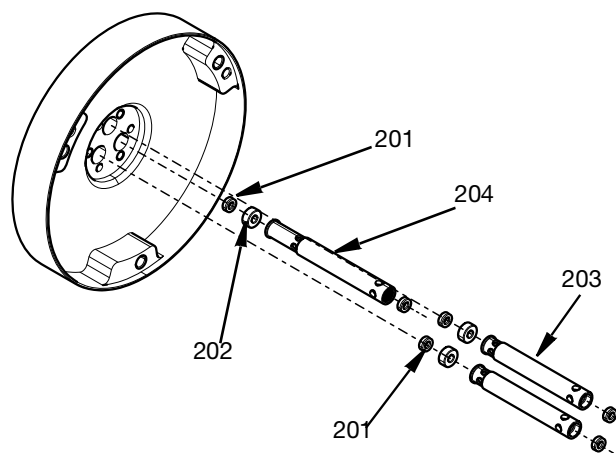

FIG. 26
6. Inserir os espaçadores de entrada da embalagem, (203) e espaçador de retorno da embalagem (204), vedantes de haste (201) e rolamentos de haste (202) no corpo central. Consultar **Kit de ferramentas de inserção e remoção de vedantes de haste, 25T489** página 37 para instalação de vedantes de haste. Note que o espaçador de retorno mais longo (204) é colocado na câmara III como marcado na parte da frente do corpo central. Consulte a FIG. 26.